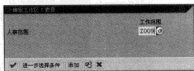

图 6-8 “确定工作区：表目”对话框
STEP 2 在弹出的“确定工作区：表目”对话框中，输入要创建人事子范围对应的人事范围编码（本例选择之前创建的 Z009 人事范围），如图 6-8 所示。